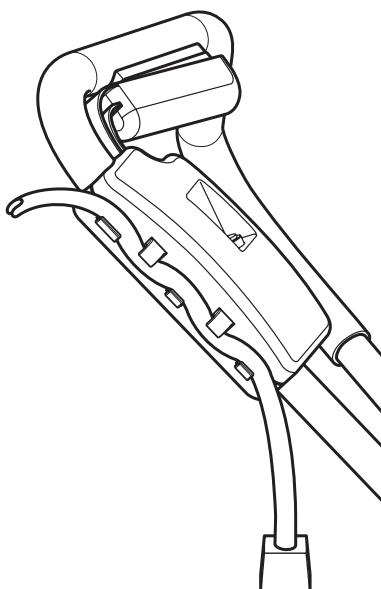

Figure 9 - Fixation du cordon prolongateur au cultivateur
Le boîtier du contacteur est muni d'un système d'accrochage pour le cordon prolongateur, formé d'une suite de crochets dont le sens de courbure est alterné (voir la figure 9). Ce système peut être utilisé pour maintenir l'extrémité avec prise femelle du cordon prolongateur contre la poignée du cultivateur afin de prévenir toute déconnexion accidentelle du cordon d'alimentation électrique. Une pince de ceinture est également comprise pour aider à manier le cordon en le maintenant au côté de l'utilisateur et toujours au loin des dents du cultivateur.
1. Commencer à environ 15 cm de l'extrémité avec prise femelle du cordon prolongateur et passer le cordon dans les crochets du boîtier du contacteur comme illustré à la figure 9, de sorte que la prise femelle pende sous le boîtier du contacteur.